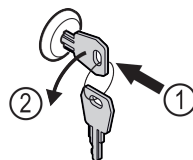

Fig. 161
- Vajutage võti sisse. Fig. 161 (1)
- Keerake võtit 90° vastupäeva. Fig. 161 (2)